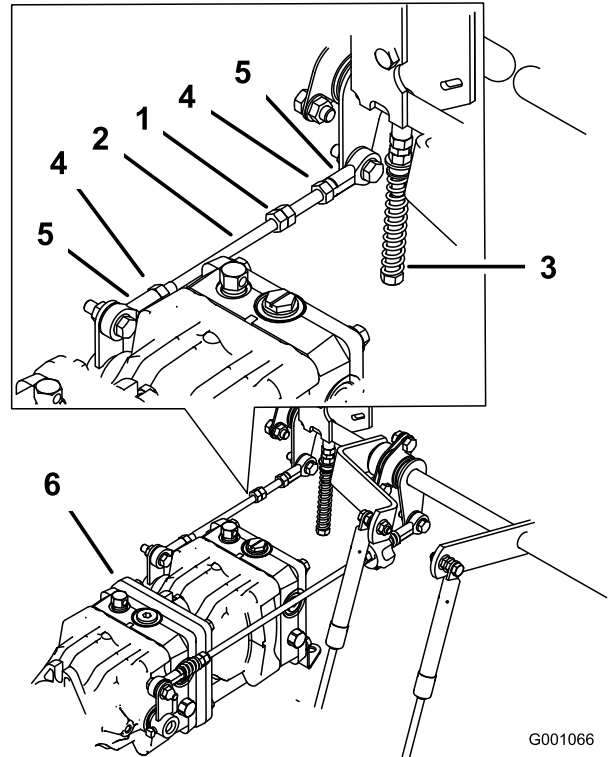

Figura 96
1. Afloje las contratuercas de la articulación esférica de la varilla de control de la bomba (Figura 96).
3. Ajuste la longitud de la varilla de la bomba girando las tuercas dobles de la varilla, en el sentido apropiado, hasta que la rueda quede estacionaria o se mueva muy lentamente en marcha atrás (Figura 96).
6. Apriete las contratuercas de las articulaciones esféricas (Figura 96).